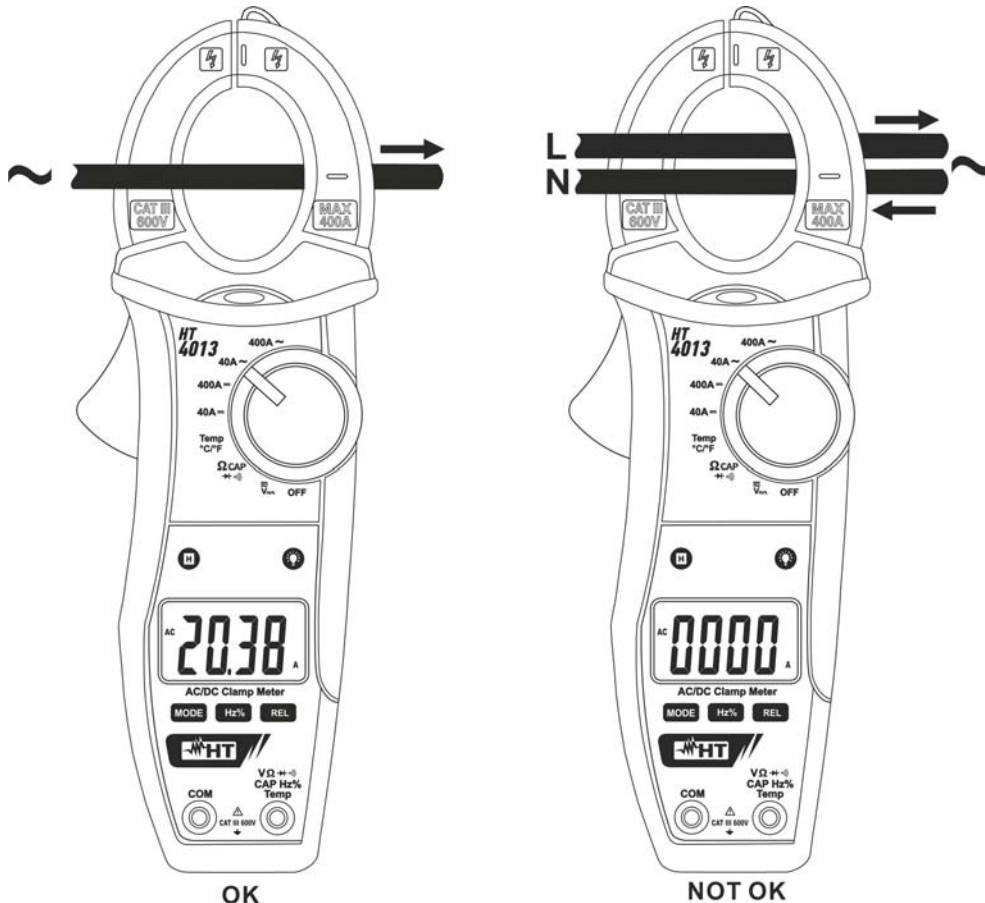

Abb. 10: Verwendung der Zange für Wechselstrommessung
4. Bei der DC Strommessung bedeutet das “-“ Symbol im Display, dass die Stromzange gedreht werden muss (siehe Abb. 10)